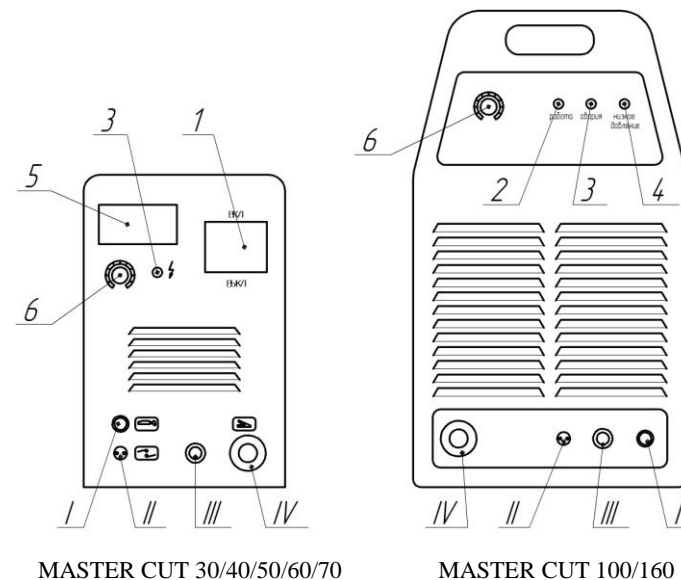

Рис.1. Органы управления и индикации аппаратов.
- Подключить силовой разъем воздушно-плазменной горелки к разъему I (Рис.1) аппарата.